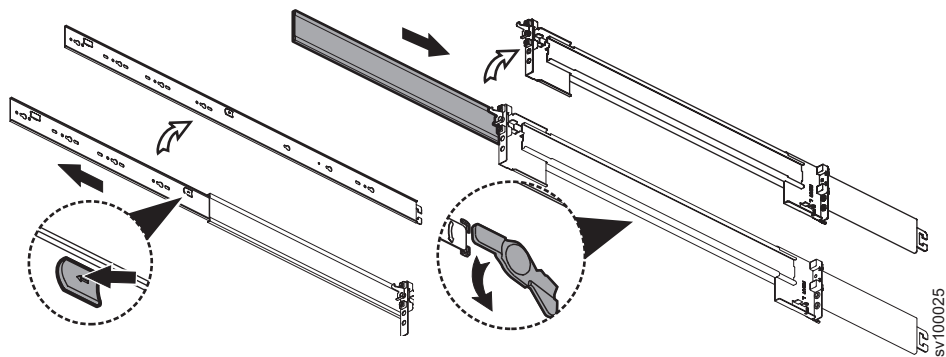

Figura 22. Removendo a seção interna do trilho
3. Remova a seção interna de um trilho de 3 partes, conforme mostrado em Figura 22 na página 22.